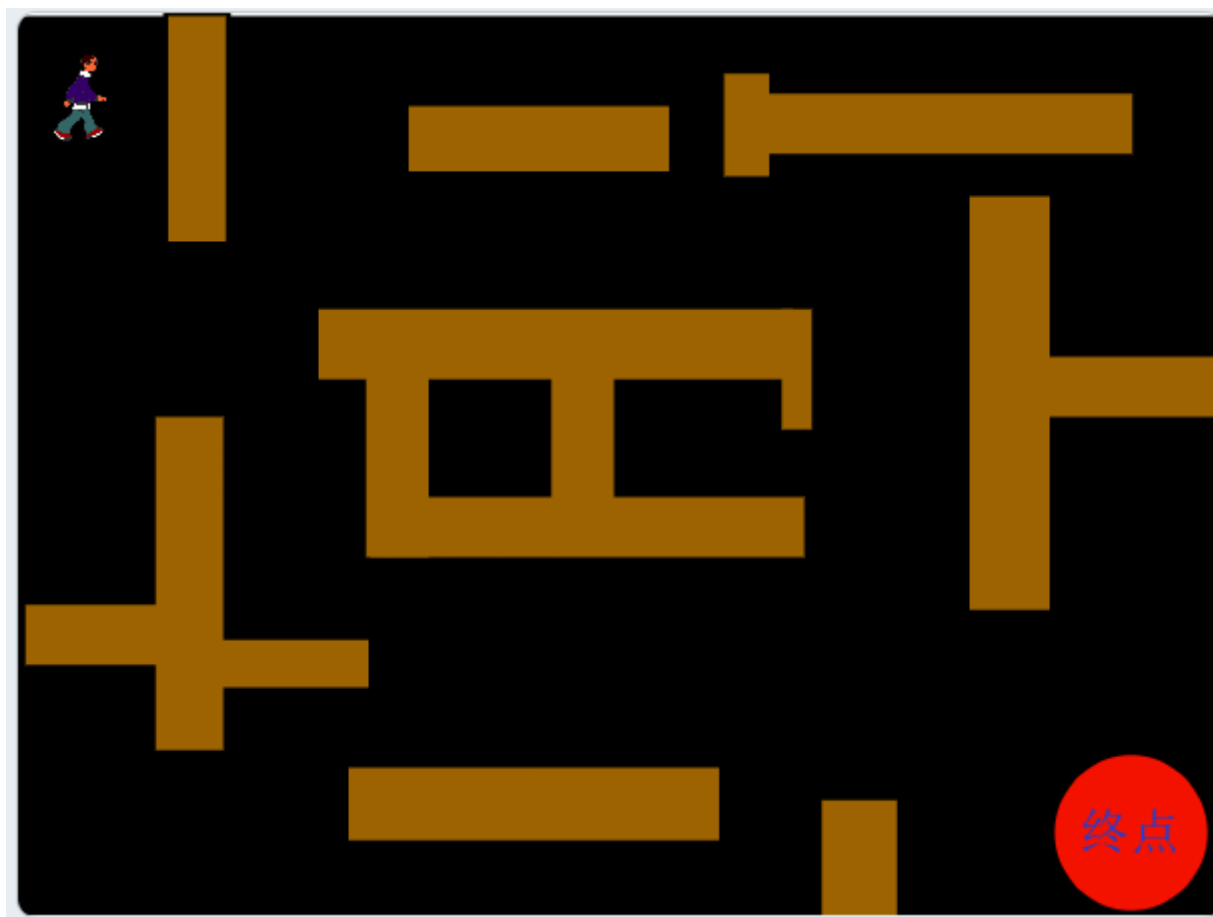

图 4-5 迷宫初始状态
4. 为了能够让角色通过迷宫，根据所绘迷宫宽度，修改角色的参数，来调整角色大小。将角色拖拽到迷宫入口处，并记录其位置坐标（称之为“初始坐标”）。最终舞台效果可参考图 4-5 所示：